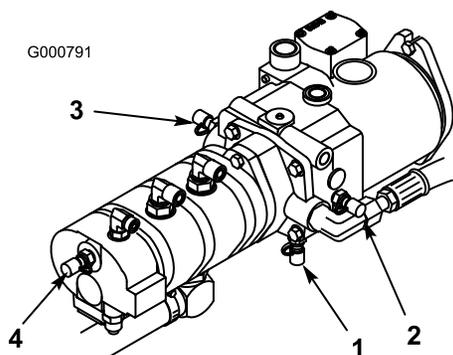

図 79
4. テストポートDはトランスミッションの下にあり (図 79) 、トランスミッションのチャージ圧の測定用です。
5. テストポートE (図 79) は、前進走行油圧の測定用です。
6. テストポートF (図 79) 後退走行油圧の測定用です。
7. テストポートG (図 79) は、パワステ油圧の測定用です。